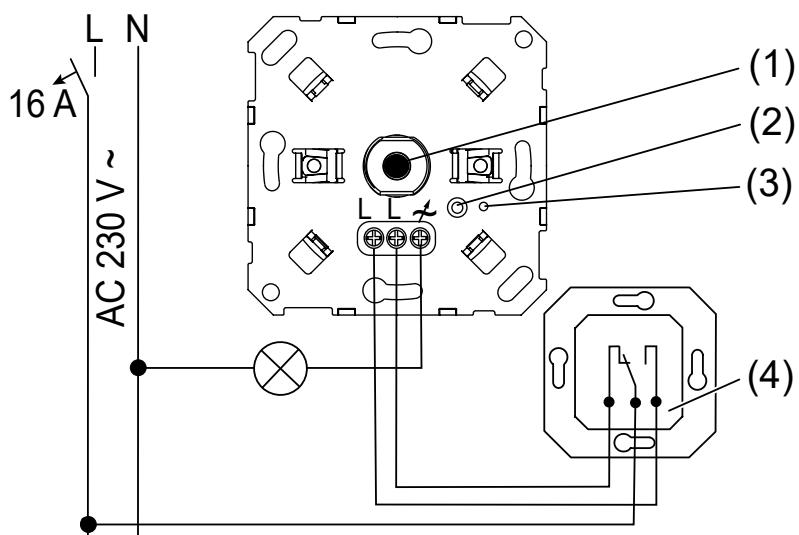

Figure 2: Effectuer le raccordement en commutation intermittente
- Raccordement optionnel avec interrupteur va-et-vient (4) (voir figure 2)